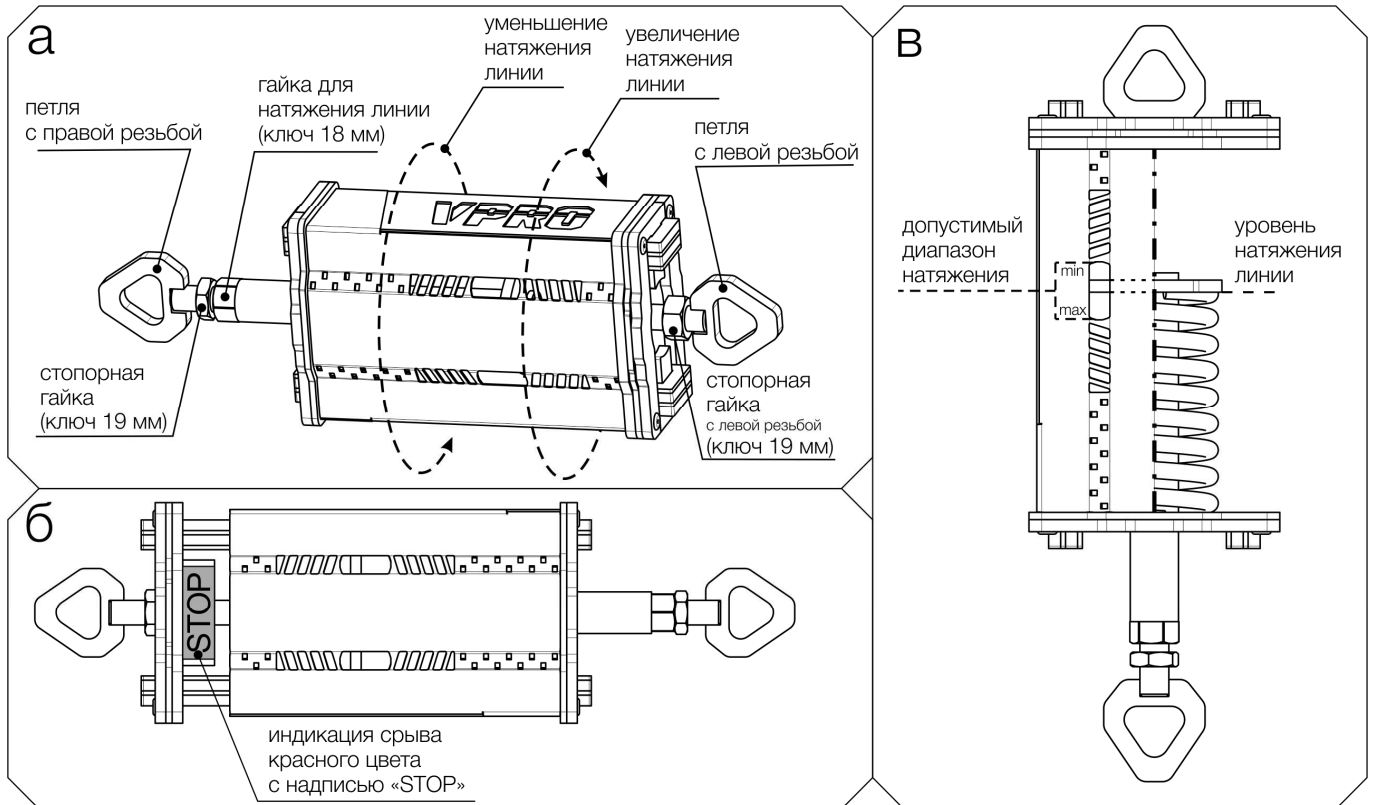

Рис. 8 Порядок установки и использования амортизатора vpro CL S01
1) Убедиться, что обе стопорных контргайки (рис. 8а) не препятствуют вращению резьбового соединения.
инструмента (вращая «гайку для натяжения» ключом 18 мм), так и без (вращая непосредственно корпус устройства). Направление вращения указано на рисунке 8а. Вращать необходимо до тех пор, пока индикация натяжения не окажется в диапазоне допустимого уровня натяжения (см. рис. 8в). При натяжении линии рекомендуется устанавливать минимально допустимый уровень натяжения.
Внимание! Амортизатор имеет встроенную индикацию срыва (см. рис. 8б). В случае срыва амортизатора, дальнейшее использование анкерной линии категорически запрещено.